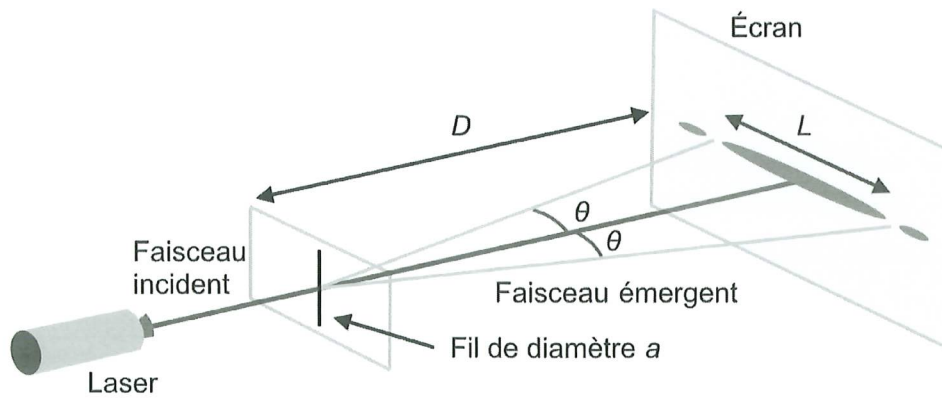

Figure 2 – Schéma du montage expérimental
Pour s'assurer de la valeur du diamètre d'un fil affichée à 0,45 mm sur une bobine pressentie pour fabriquer une harpe électrique, on utilise le dispositif schématisé sur la figure 2. Un fil de diamètre  $a$  est positionné sur le trajet d'un faisceau laser de longueur d'onde  $\lambda$  et un écran est placé à une distance  $D$  du fil. Une série de taches lumineuses apparaît sur l'écran.
- Q.2.** Exprimer l'angle caractéristique  $\theta$  en fonction de la largeur  $L$  de la tache centrale et de la distance  $D$ , à l'aide de la figure 2 et en utilisant l'approximation des petits angles.
Le montage expérimental de la figure 2 est utilisé avec le fil dont on cherche à vérifier le diamètre  $a$ . La mesure de la largeur de la tache centrale pour ce fil est  $L = 8,0 \text{ mm}$  avec une incertitude-type  $u(L) = 0,5 \text{ mm}$ .